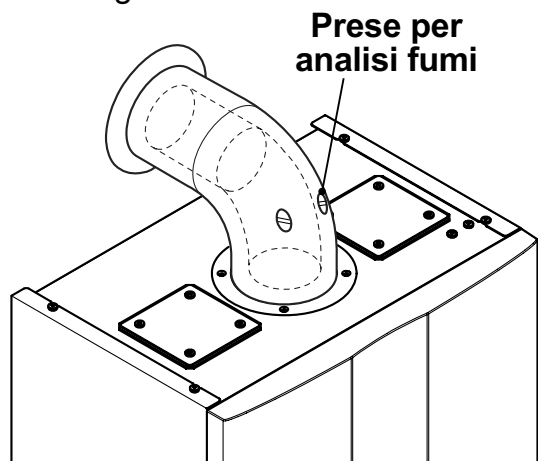

Figura 9.9
- Collegare un analizzatore fumi alle prese di analisi fumi poste sugli scarichi fumi della caldaia Figura 9.9 .
- Verificare la combustione della caldaia utilizzando le prese posizionate sui tubi fumo (Figura 9.9 ) e confrontare i dati misurati con i seguenti.